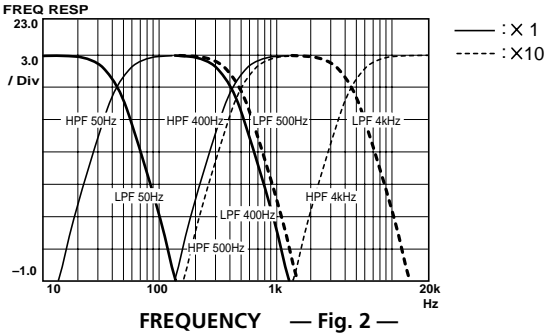

Fig. 2
- Control de ajuste de frecuencia de corte (FRONT/REAR) (Consulte Fig. 2)**
- Controlos de regulação da frequência do corte (FRONT/REAR) (Consulte a Fig. 2)**